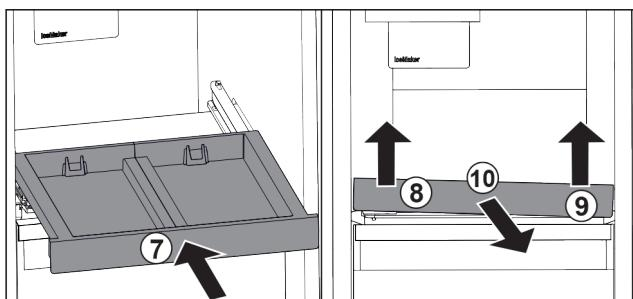

Fig. 101
- Вставьте выдвижную панель. Fig. 101 (7)
- Приподнимите выдвижную панель спереди слева. Fig. 101 (8)
- Приподнимите выдвижную панель спереди справа. Fig. 101 (9)
- Извлеките выдвижную панель движением вперед. Fig. 101 (10)